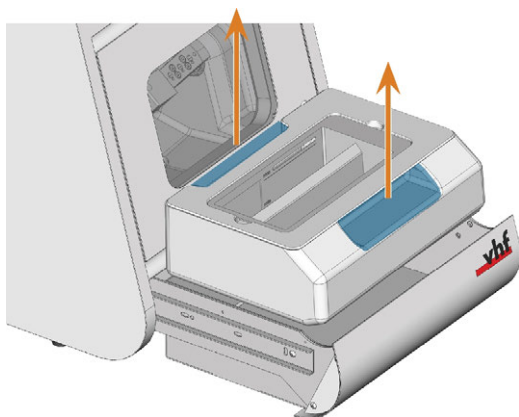

FIG. 33 RIMOZIONE DEL SERBATOIO DEL REFRIGERANTE DAL CASSETTO.
5. Estrarre il serbatoio del refrigerante dal cassetto nella direzione indicata dalla freccia (↗ Fig. 33 sotto).